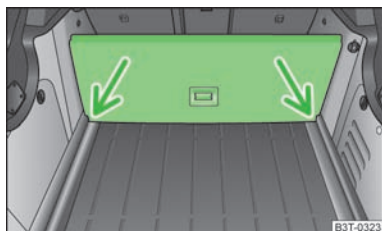

Fig. 71
- Soulevez la partie comportant la fixation et fixez-la en la poussant dans les rainures désignées par les flèches » fig. 71.